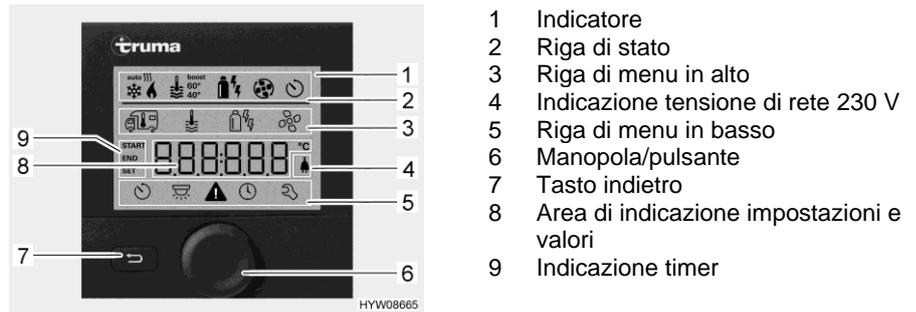
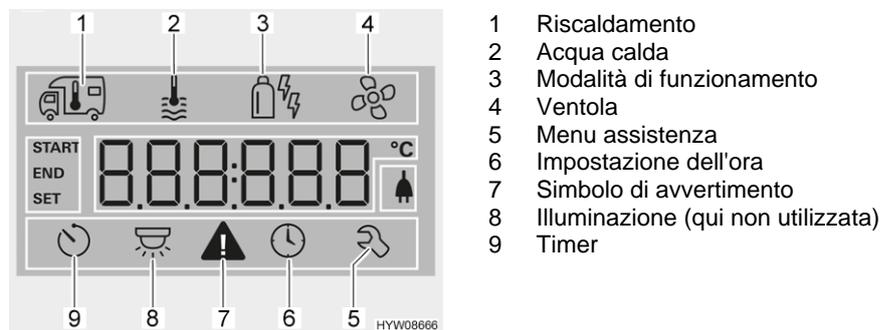

Fig. 105 Centralina di controllo con indicazioni
Fig. 106 Display (centralina di controllo)
- Riga di stato (Fig. 105,2)
- Riga di menu in alto (Fig. 105,3)
- Area di indicazione (Fig. 105,8)
- Riga di menu in basso (Fig. 105,5)
- Premere la manopola/il pulsante (Fig. 105,6) per circa 3 secondi. Vengono visualizzate entrambe le righe di menu (Fig. 105,3 e Fig. 105,5). Il primo simbolo lampeggia.
- Ruotare la manopola/il pulsante (Fig. 105,6), finché viene visualizzato il simbolo del menu desiderato.
- Premere la manopola/il pulsante per memorizzare il valore impostato. Se il valore impostato originariamente non deve essere modificato: Premere il tasto indietro (Fig. 105,7).
- Ruotare la manopola/il pulsante (Fig. 105,6), finché il simbolo del menu del riscaldamento (Fig. 106,1) lampeggia.
- Premere la manopola/il pulsante per memorizzare il valore impostato. Il simbolo nella riga di stato lampeggia (Fig. 105,2), finché viene raggiunta la temperatura impostata. Se il valore impostato originariamente non deve essere modificato: Premere il tasto indietro (Fig. 105,7).
- Ruotare la manopola/il pulsante (Fig. 105,6), finché il simbolo del menu relativo all'acqua calda (Fig. 106,2) lampeggia.
- Premere la manopola/il pulsante per memorizzare il valore impostato. Il simbolo nella riga di stato lampeggia (Fig. 105,2), finché viene raggiunta la temperatura dell'acqua impostata. Se il valore impostato originariamente non deve essere modificato: Premere il tasto indietro (Fig. 105,7).
- Ruotare la manopola/il pulsante (Fig. 105,6), finché il simbolo del menu delle ventole (Fig. 106,4) lampeggia.
- Ruotare la manopola/il pulsante (Fig. 105,6), finché il simbolo del menu del timer (Fig. 106,9) lampeggia.
- Premere la manopola/il pulsante. Il timer è attivato. Il simbolo del timer (Fig. 106,9) lampeggia quando il timer è programmato e attivo.
In caso di avviso, il relativo simbolo lampeggia (Fig. 106,7). Il riscaldamento rimane in funzione. Se si tratta solo di un guasto temporaneo, il simbolo di avvertimento si spegne autonomamente.